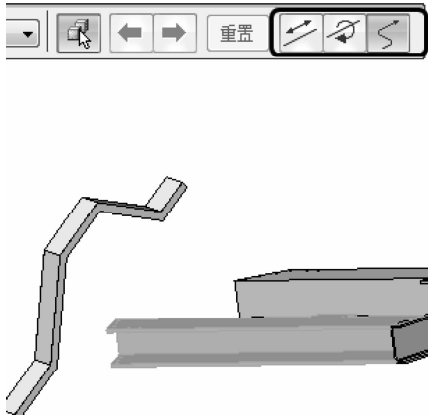

图 8-18 拖动部件选项
(3) 把【零件4】移动到可以和原先的零件配合的位置，如图 8-18 所示。